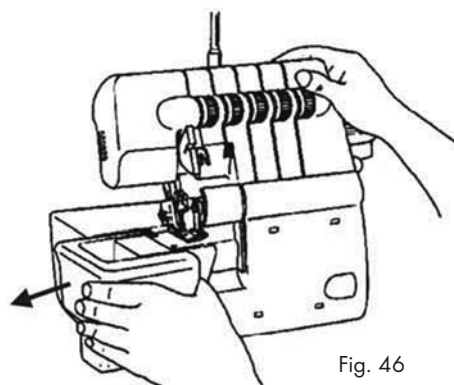

Fig. 46
- Faites glisser le couvercle du bras libre vers la gauche et retirez-le (Fig. 46).